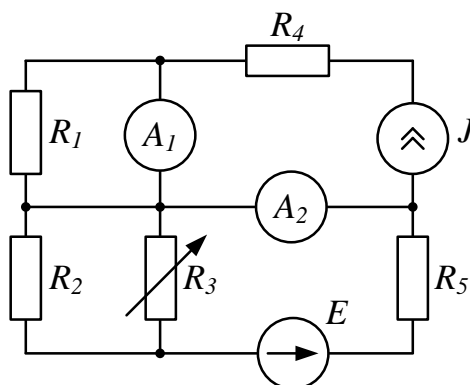

Рис. 1
1. Проанализировать влияние резистора R_3 на токи ветвей схемы (рис. 1).